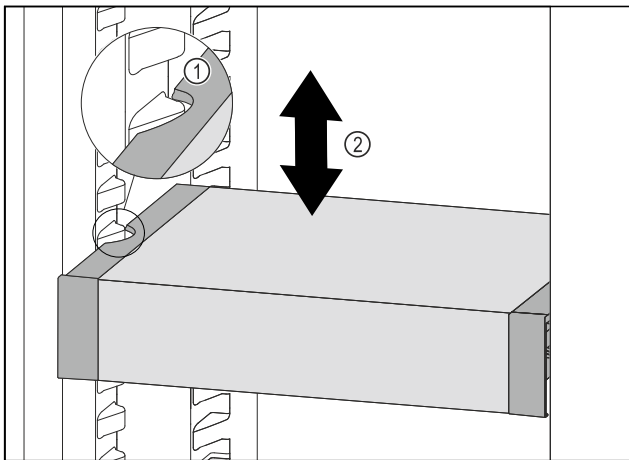

Fig. 135
- VarioSafe nach vorne ziehen, bis sich die seitlichen Aussparungen des VarioSafes auf Höhe der Behälterrippe im Kühlteil befinden. Fig. 135 (1)
- VarioSafe im Kühlteil nach oben oder unten bewegen, bis gewünschte Höhe erreicht ist. Fig. 135 (2)